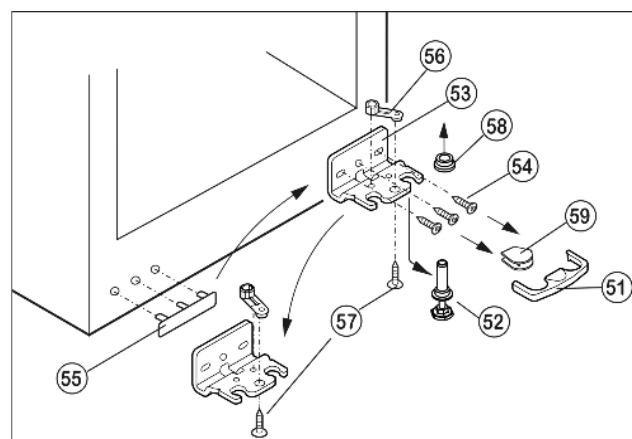

Fig. 16
- ▶ Предохранитель Fig. 16 (51) снимите движением вперед.
- ▶ Снимите крышку Fig. 16 (59).\*
- ▶ Полностью вверните регулируемую опору Fig. 16 (52).
- ▶ Вытяните опорный палец Fig. 16 (52) вниз и вперед. При этом следите за гнездом шарнира Fig. 16 (58).
- ▶ Открутите опорный кронштейн Fig. 16 (53) (3 x Torx 25) Fig. 16 (54).
- ▶ Открутите опорную деталь Fig. 16 (56) (1 Torx 25) Fig. 16 (57) и, переставив в отверстие на противоположной стороне опорного кронштейна, снова прикрутите.
- ▶ Осторожно приподнимите и переставьте крышку Fig. 16 (55) со стороны ручки.
- ▶ Снова прикрутите опорный кронштейн *Fig. 16 (53)* на новой стороне шарнира, при необходимости с помощью аккумуляторного шуруповёрта.
- ▶ Установите крышку *Fig. 16 (59)* на противоположной стороне.\*
- ▶ Предохранитель (51) нужно зафиксировать сбоку на кронштейне, чтобы опорный палец и двери были защищены от выпадения.
- ▶ Снова защелкните предохранитель (51) на опорном кронштейне.
- ▶ Наденьте гнездо шарнира *Fig. 16 (58)*.